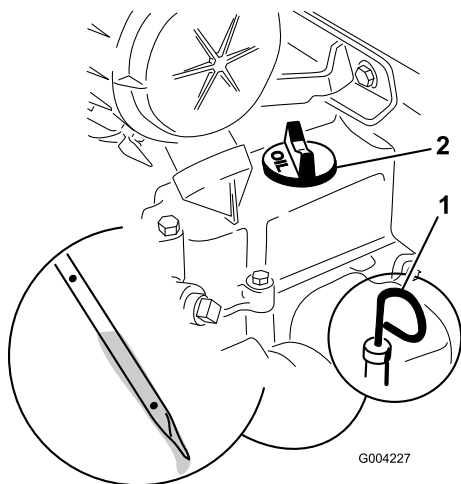

Bild 16
4. Reinigen Sie den Bereich um den Ölpeilstab (Bild 16).
5. Ziehen Sie den Peilstab heraus und wischen Sie das Metallende ab (Bild 16).
6. Schrauben Sie den Ölpeilstab vollständig in das Peilstabrohr (Bild 16).
8. Machen Sie, wenn der Ölstand niedrig ist, rund um die Öleinfüllverschlusskappe sauber und entfernen Sie die Kappe (Bild 16).